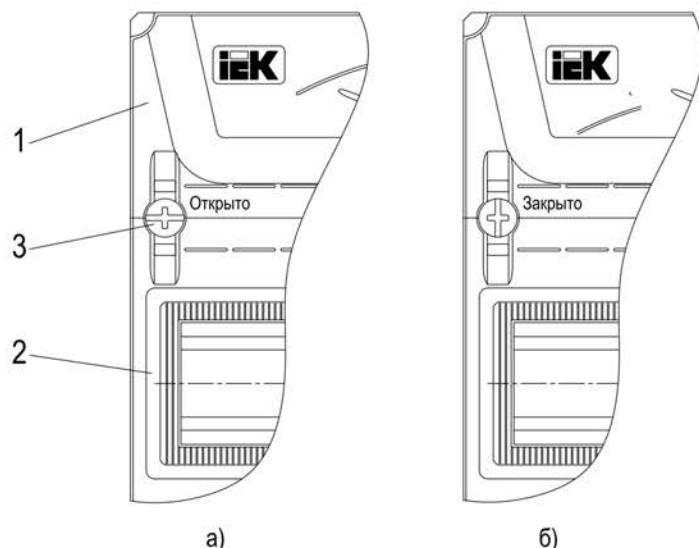

Рисунок 2 – Оперативная панель
- 6.2 Открыть дверь корпуса и посредством отвёртки повернуть крепёжные клипсы на оперативной панели на угол 90° (шильцы на головке клипсы должен встать параллельно DIN-рейке), при этом панель защелкнется со стоек и её можно снять (рисунок 2а). Торцевым гаечным ключом на 10 мм открутить гайки и демонтировать из оболочки монтажную раму.
- 6.6 Установить оперативную панель. Для этого повернуть крепёжные клипсы таким образом, чтобы шильцы на головке встал перпендикулярно DIN-рейке и надавить на них, при этом панель защелкнется в стойке (рисунок 2б).